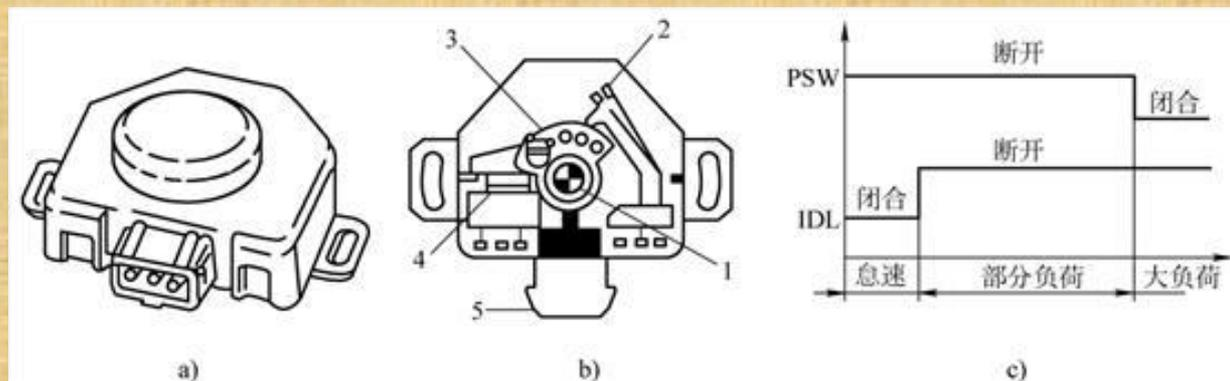

图7-1
(1) 触点式TPS的结构特点 触点式节气门位置传感器TPS的结构如图7-1所示，主要由节气门轴、大负荷触点(又称为功率触点)PSW、凸轮、怠速触点IDL和接线插座组成。